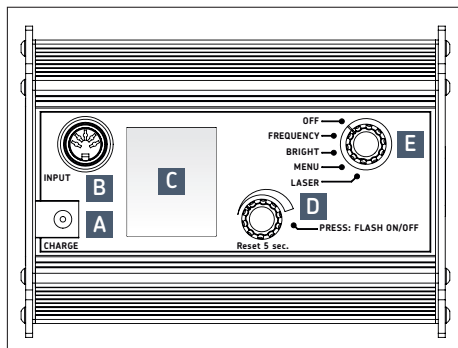

Рис.1 – Стробоскоп SKF TKRS 41
5.1 Соединительные разъемы (→ рис. 1)
1. Зарядите устройство: вставьте зарядное устройство в гнездо CHARGE (A) на задней панели прибора (→ рис. 1).
2. Направьте прибор на движущийся объект и включите устройство. Поверните селекторный переключатель (E) на один шаг влево до отметки FREQUENCY.